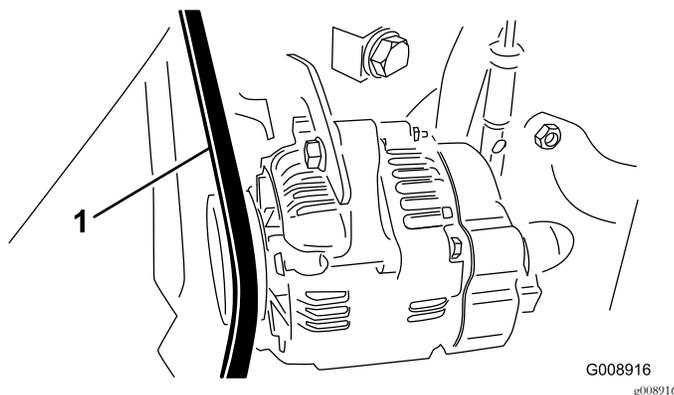

Рисунок 71
2. Проверьте натяжение, надавив на ремень генератора/вентилятора посередине между шкивами генератора и коленчатого вала с усилием 30 Н·м (Рисунок 71).